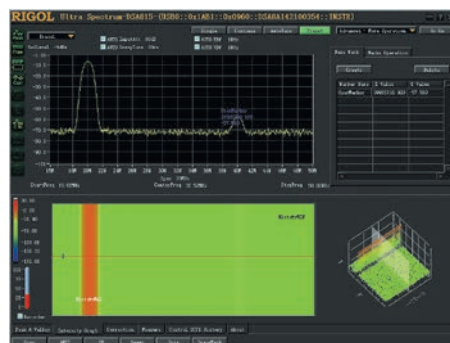

Рис. 34. Отображение спектров сигналов в программном обеспечении Ultra Spectrum
- отображение истории спектрограмм с сонограммой, а также спектрограммы сигнала в 3D виде (рис. 34) в одном из четырех вариантов: Амплитуда-Частота-Время (A-F-T), Частота-Время (F-T), Ча-